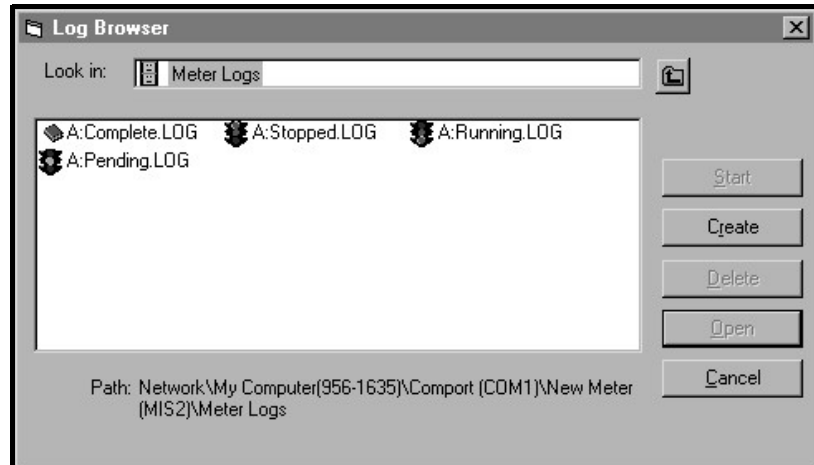

Figura 25: Ventana del navegador de registros
3. Haga doble clic en *Registros del PC* para acceder a los registros almacenados en el PC, o en el nombre del *puerto de comunicación* y el nombre del *medidor* para acceder a los registros almacenados del medidor. En cualquier caso, el *navegador de registros* será similar a la *Figura 25*.